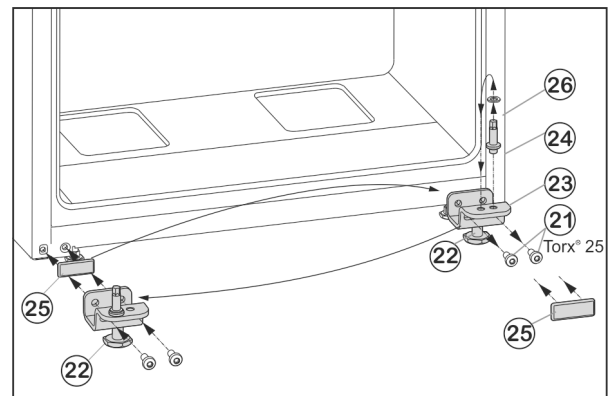

Fig. 7
- ▶ Svitare le viti di fissaggio Fig. 7 (21).
- ▶ Rimuovere completamente il cuscinetto di supporto inferiore Fig. 7 (23) con il perno del cuscinetto Fig. 7 (24), la rondella Fig. 7 (26) e il piede di regolazione Fig. 7 (22).
- ▶ Allentare completamente il perno del cuscinetto Fig. 7 (24) con la rondella Fig. 7 (26) nel foro di supporto situato nel lato opposto del cuscinetto di supporto e riavvitare saldamente.
- ▶ Estrarre con cautela la piastra di copertura Fig. 7 (25) e riapplicarla sul lato opposto.
- ▶ Riavvitare **saldamente (con 4 Nm)** tutto il cuscinetto di supporto inferiore Fig. 7 (23) con il perno del cuscinetto Fig. 7 (24), la rondella Fig. 7 (26) e il piede di regolazione Fig. 7 (22) sul nuovo lato della cerniera, eventualmente con l'ausilio di un avvitatore a batteria.
- ▶ Appoggiare la porta inferiore dall'alto sul perno cuscinetto Fig. 7 (24).
- ▶ Inserire il cuscinetto di supporto centrale (13) ruotato di 180° nella porta inferiore e avvitarlo usando le viti di fissaggio (11) (2 viti Torx® 25) sul nuovo lato della cerniera (**applicando 4 Nm**).
- ▶ Applicare nuovamente la rondella in plastica (10).
- ▶ Svitare il piedino regolabile Fig. 7 (22) sul cuscinetto di supporto inferiore Fig. 7 (23), fino a farlo appoggiare sul pavimento.